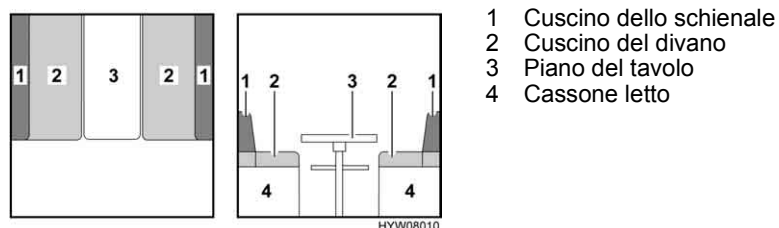

Fig. 92 Prima della trasformazione
- Sollevare leggermente il piano del tavolo (Fig. 92,3) in avanti.